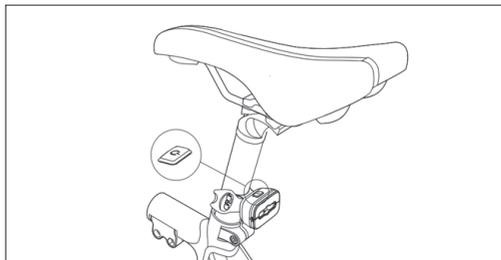

Figura 9-2
b. Montar a luz traseira no tubo da sela, como se mostra na Figura 9-2.